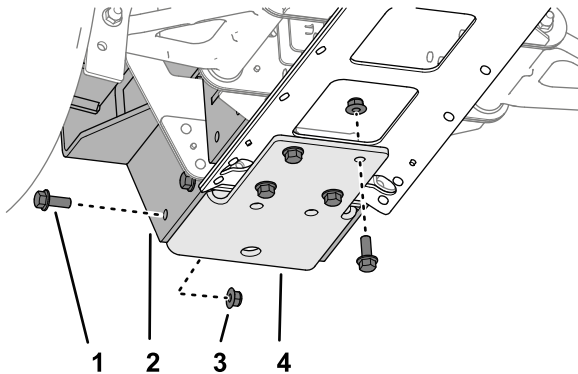

図 52
1. 図 52 に示すように、フランジボルト ($\frac{3}{8}$ x 1") 8本とフランジロックナット ($\frac{3}{8}$ ") 8個を使って、ボトムブラケット、ボールピッカーマウント、およびセンターチャンネルプレートを仮止めする。
3. マシンからフランジボルト (3/8 x 1") 8本、フランジロックナット (3/8") 8個、およびボトムブラケットとボールピッカーマウントを取り外す (図 52)。